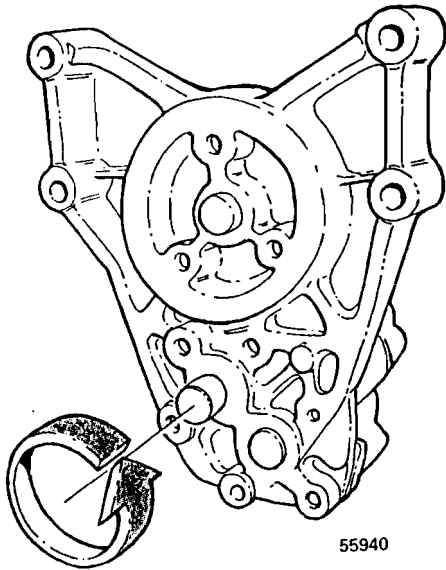

Fig. 212
- 15 Montar el eje propulsor (2) y el eje (1) junto con la rueda libre en la consola. Montar el cuerpo de bomba (8) delantero.
- 16 Montar la chaveta (11) e introducir la rueda (12)* de la bomba de achique. Montar la rueda libre posterior (13).
*Al hacer el montaje, colocar un apoyo debajo de la consola de la bomba (7).
- 17 Montar el cuerpo de bomba posterior (9). Apretar los cuerpos de bomba a la consola. Par de apriete: 22 Nm. Girar una vuelta completa el eje de la bomba y controlar que las ruedas de bomba pueden girar fácilmente y que las ruedas engranan entre sí, véase fig. 212.